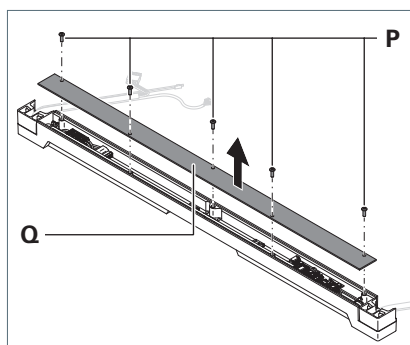

Fig. 6: Querträger-Abdeckung entfernen.
4. Drehen Sie die Schrauben **P** aus der Abdeckung **Q**, siehe Fig. 6.